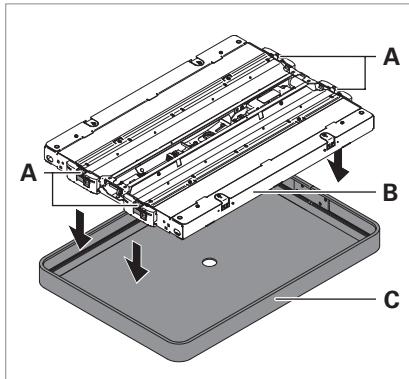

Fig. 7: Blendenrahmen montieren.
- Setzen Sie das Leuchtenchassis **B** von oben in den Blendenrahmen **C**, bis der Blendenrahmen in alle vier Rasthaken **A** eingerastet ist, siehe Fig. 7.